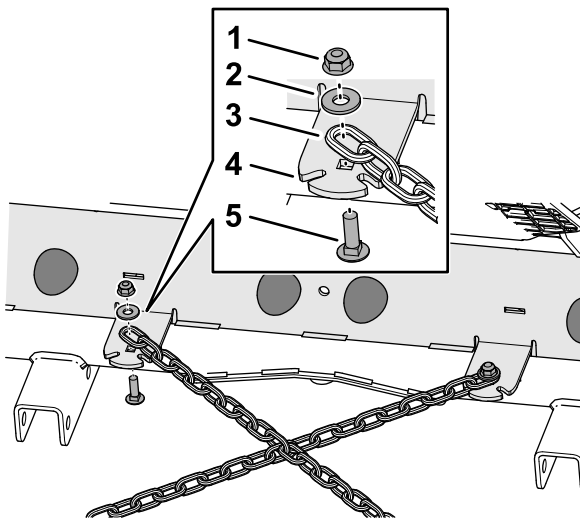

Figura 5
2. Alinee el último eslabón de una de las cadenas cortas de la barra de tracción con el orificio de la pestaña de la placa del bastidor trasero (Figura 5).
3. Monte la cadena en la pestaña de la cadena con un perno de cuello cuadrado (5/16" x 1"), una arandela (3/8" x 7/8") y una contratuerca con arandela prensada (5/16"), como se muestra en la Figura 5.